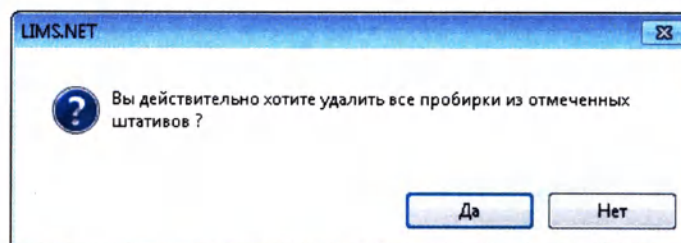

Рисунок 13.41
3. В открывшемся диалоговом окне, нажмите кнопку «Да» (Рисунок 13.41):